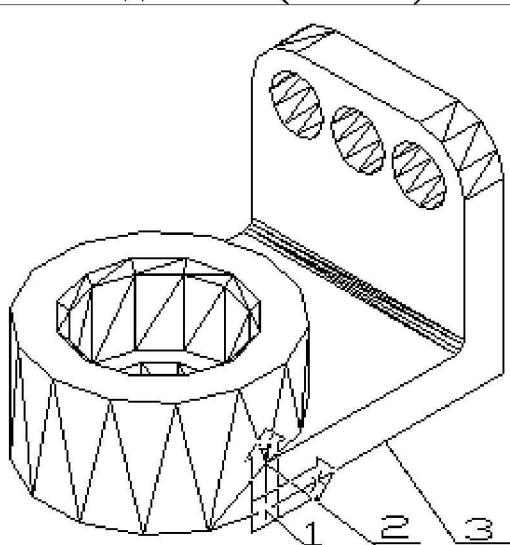

Рис. 5
Порядок формирования графических изображений чертежа по модели, представленной на рис. 5.
привязку к концу). Укажите точку поз.1 (см. рис. 5).
8. Получить на чертеже необходимые графические изображения по созданной пространственной модели (см. рис. 5).